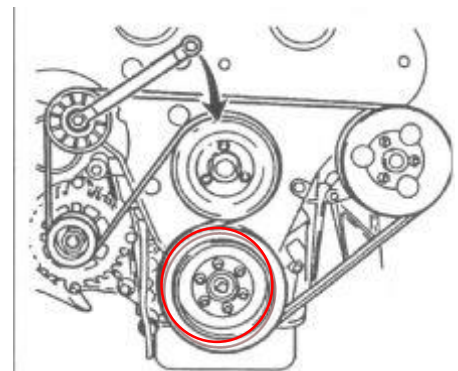

Figure 6
- Déposer la courroie d'accessoires : comprimer le ressort du tendeur automatique à l'aide d'une clé à œil de 15 prise sur son écrou central, puis avec l'autre main, dégager la courroie de la poulie de pompe à eau (la grande poulie lisse) : Figure 6.
- Déposer la poulie Damper (6 vis Torx E10, Figure 6 → cercle rouge).